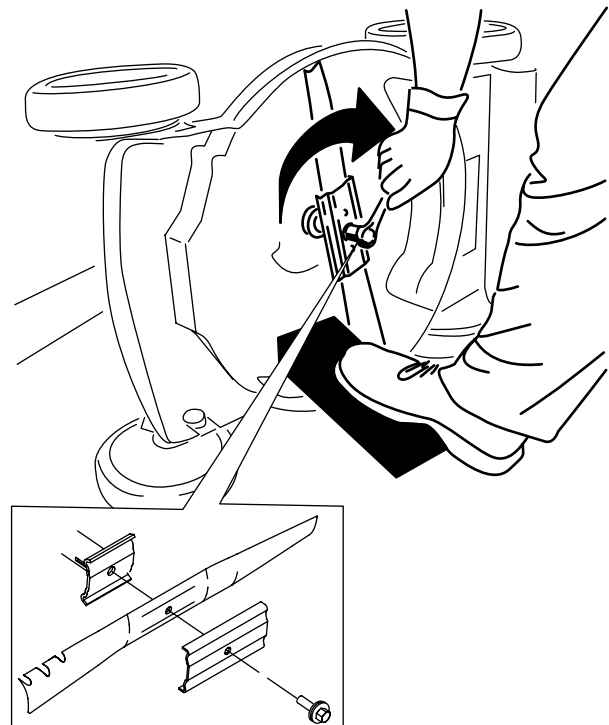

Figura 25
4. Montate la nuova lama usando la bulloneria di montaggio (Figura 25).